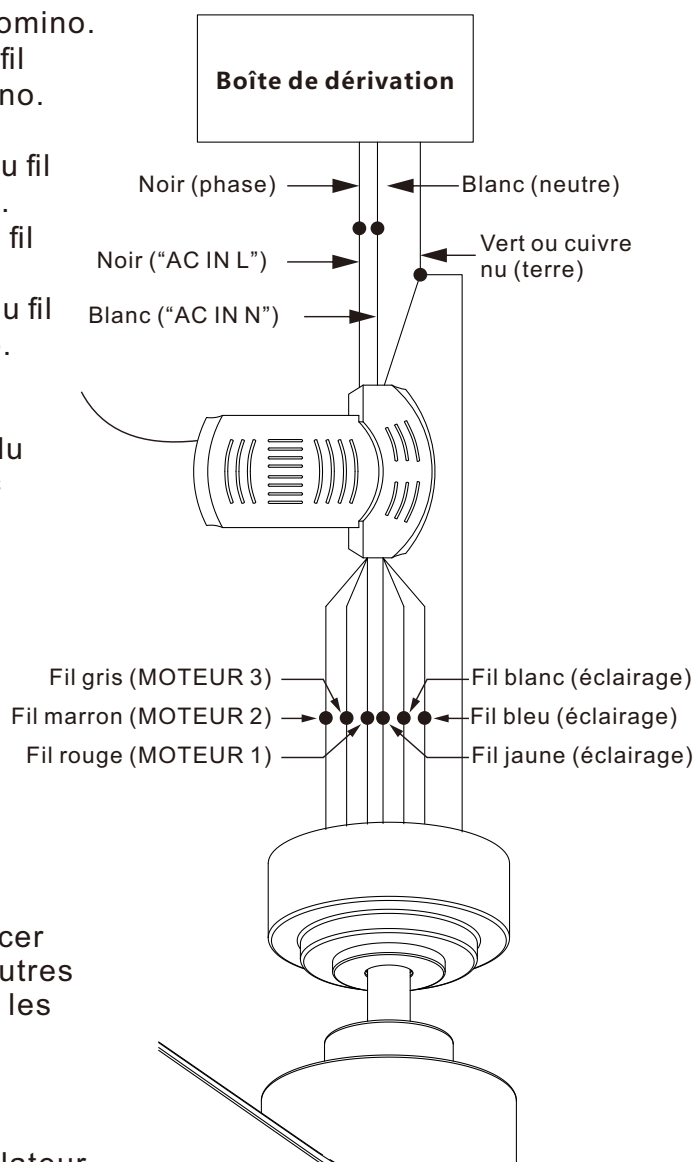

Figure 16
Raccordements électriques moteur-récepteur : (Fig. 16)
Étape 2 : (Fig. 16) Connecter le fil noir (**phase**) du plafond au fil "AC in L" du récepteur et le fil blanc (**neutre**) au fil "AC in N", puis serrer avec les dominos fournis.
Étape 3 : (Fig. 16) Si la boîte de jonction dispose d'un fil de terre (vert ou cuivre nu), le connecter aux fils de terre du ventilateur et du récepteur. Sinon, connecter le fil de terre du support aux fils de terre du ventilateur et du récepteur. Fixer les connexions avec un domino fourni. Après raccordement, séparer les fils : placer les fils vert et blanc d'un côté de la boîte, et les autres fils de l'autre côté. Enfin, insérer soigneusement les connexions dans la boîte.